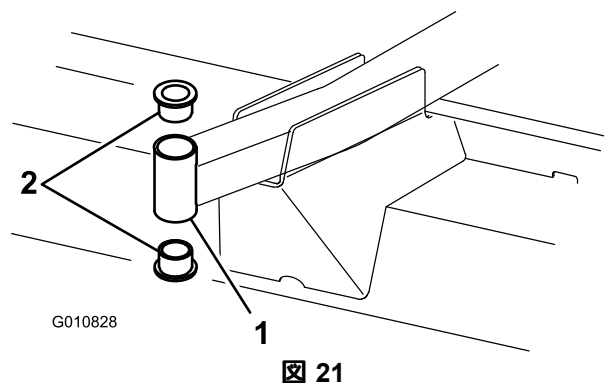

図 21
4. 取り付けチューブの上または下からピンポンチを差し込み、ブッシュをたたき出す【図 21】。もう1個のブッシュについても同様にして取り出す。